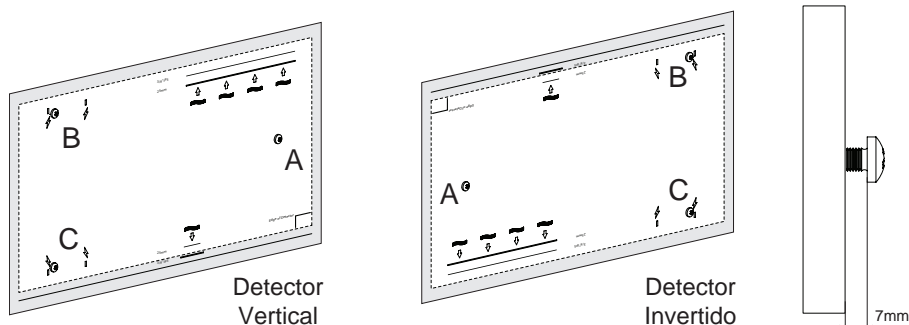

Figura 4-24: Inserción de los tornillos de montaje
- Inserte dos tornillos de cabeza redondeada M4 en las posiciones A y B de manera que la cabeza del tornillo sobresalga 7 mm de la pared (Figura 4-24). Perfore un orificio guía en la posición C para insertar posteriormente un tornillo en el paso 12.